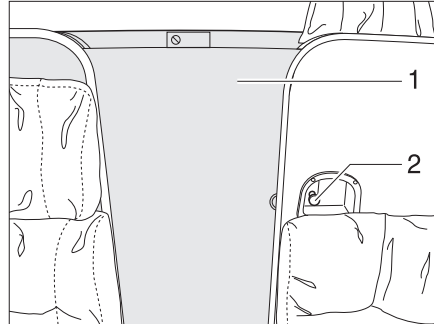
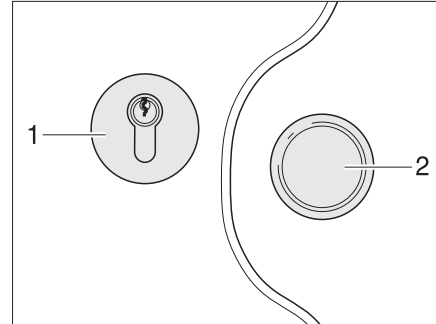

Fig. 55 Separación de la cabina del conductor
Fig. 56 Cerradura de la cabina del conductor
- Quitar el seguro y cerrar deslizando la puerta (Fig. 55,1).
- Girar el tirador (Fig. 55,2) en sentido contrario a las agujas del reloj, hasta que esté bloqueada la puerta.
- Girar el tirador (Fig. 55,2) en sentido de las agujas del reloj, hasta que esté desbloqueada la puerta.
- Empujar y asegurar la puerta (Fig. 55,1).
- Quitar el seguro de la puerta (Fig. 55,1) y cerrarla deslizándola con el tirador (Fig. 56,2).
- Introducir la llave en el cilindro de cierre (Fig. 56,1) y girarla en el sentido de las agujas del reloj, hasta que esté bloqueada la puerta.